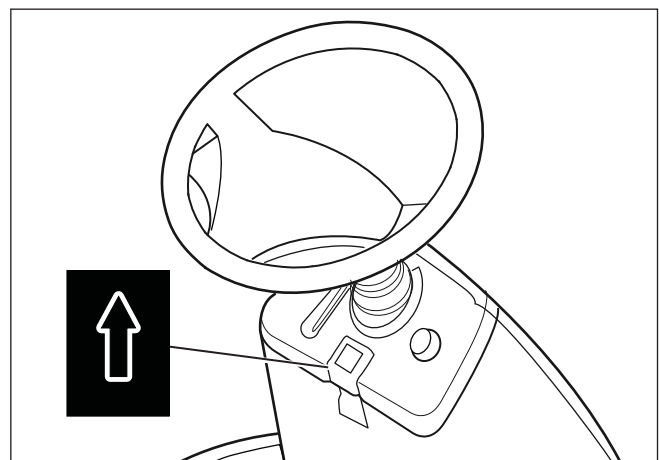

Figure 15
2. Tirer le bouton de frein de stationnement (**Figure 15**).
4. Régler le frein de stationnement (voir la **Figure 15**).